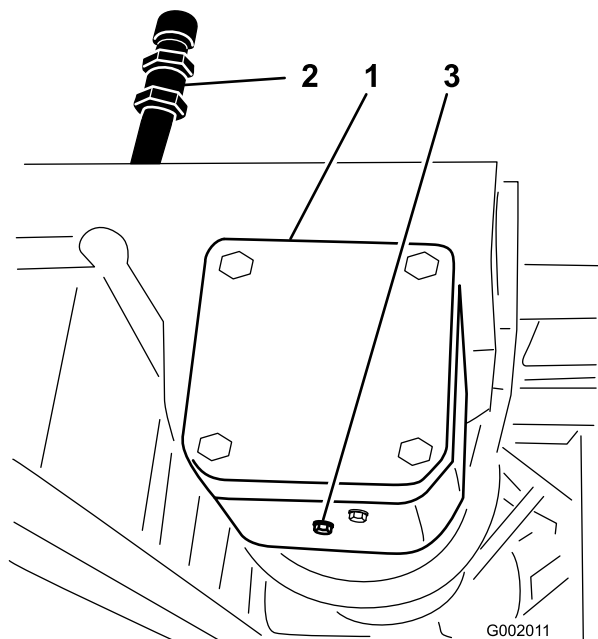

Bild 70
3. Nehmen Sie die Einfüll- und Ablassschraube (Bild 70) ab, damit das Öl in die Wanne ablaufen kann.
2. Stellen Sie eine Wanne unter die Ablassschraube am Pumpenantriebsgetriebekasten (Bild 70).